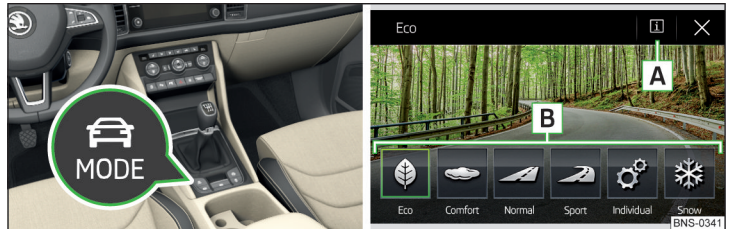

Abb. 307 Taste für die Auswahl des Fahrmodus / Anzeige im Infotainmentbildschirm
» Die Taste  » Abb. 307 drücken.
Im Infotainmentbildschirm werden die folgenden Funktionsflächen angezeigt » Abb. 307.
- ▶ Durch Antippen der entsprechenden Funktionsfläche im Infotainmentbildschirm » Abb. 307.